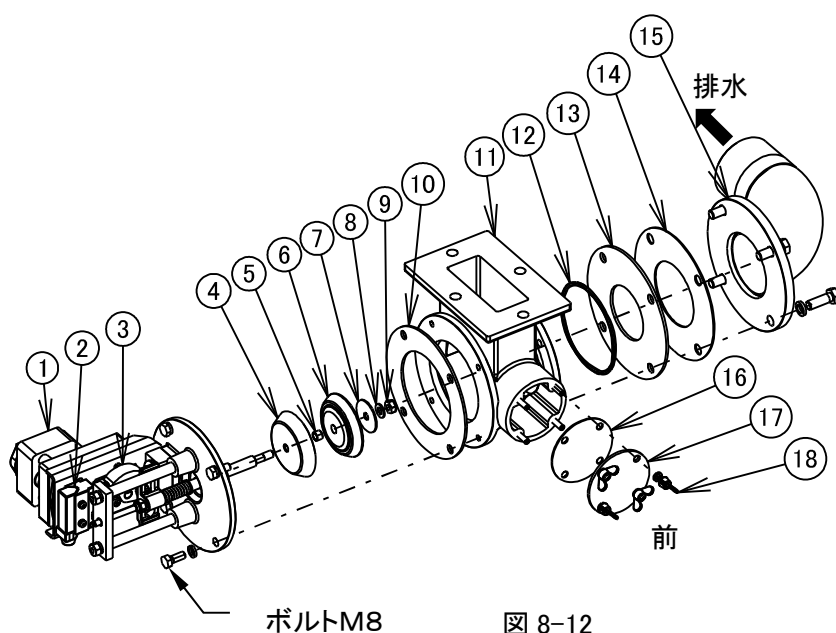
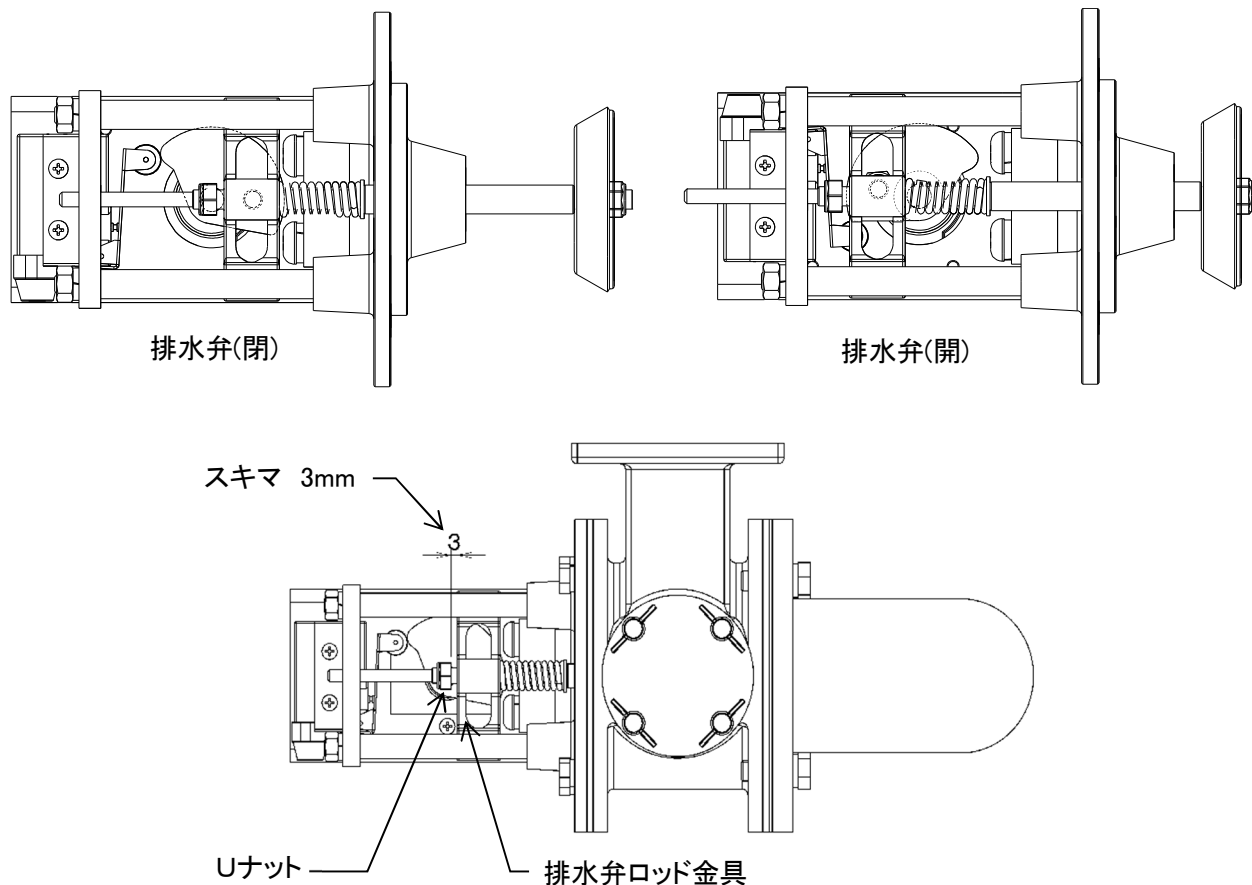

図 8-12
図 8-14
4) 排水弁補助弁の交換 (図 8-12)
- ・ ①モータと②リミットスイッチのケーブルコネクタを外します。
- ・ ボルト(M8)を緩めて①～⑩一体品を取り外します。
- ・ ⑨U ナット(M8)を緩めて⑤～⑧弁部をシャフトから取り外します。
- ・ ⑥排水弁補助弁の中央にはまっている⑤排水弁スペーサを取り外し新しい⑥排水弁補助弁に取り付けます。
- ・ ⑤～⑧弁部をシャフトに逆の手順で組み付けます。
- ・ ①～⑩一体品をボルト(M8)で組み付けます。
- ・ ①モータと②リミットスイッチのケーブルコネクタを元の通りに接続します。
- ・ ③排水弁マイクロカムと排水弁の動作確認を行うこと。(図 8-14)